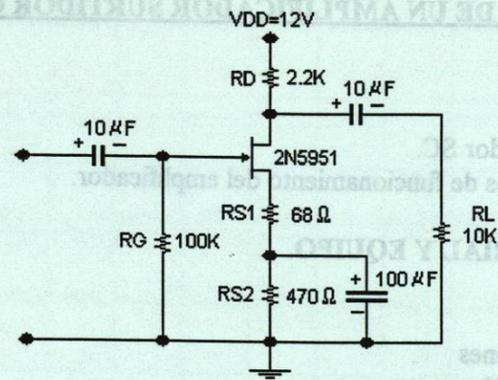

Figura 1.
- 1.- Implementar el circuito de la figura 1.
Se desea diseñar un amplificador surtidor-común, como el de la figura 1, y con las siguientes especificaciones:
1.- Implementar el circuito del amplificador SC de la figura 1. Observe que los valores corresponden al diseño planteado en la teoría preliminar.